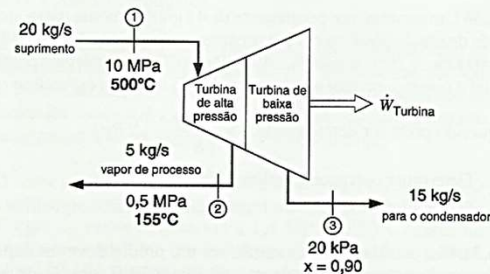

FIGURA P6.47
6.47 A co-geração é frequentemente utilizada quando um suprimento de vapor é requerido em um processo térmico industrial. Considere que um suprimento de 5 kg/s de vapor a 0,5 MPa é necessário. Em vez de gerar este vapor bombeando água líquida através de uma caldeira, o arranjo mostrado na Fig. P6.47 é usado para extrair o vapor requerido de uma turbina de alta pressão. Determine a potência na turbina para esse processo de co-geração.